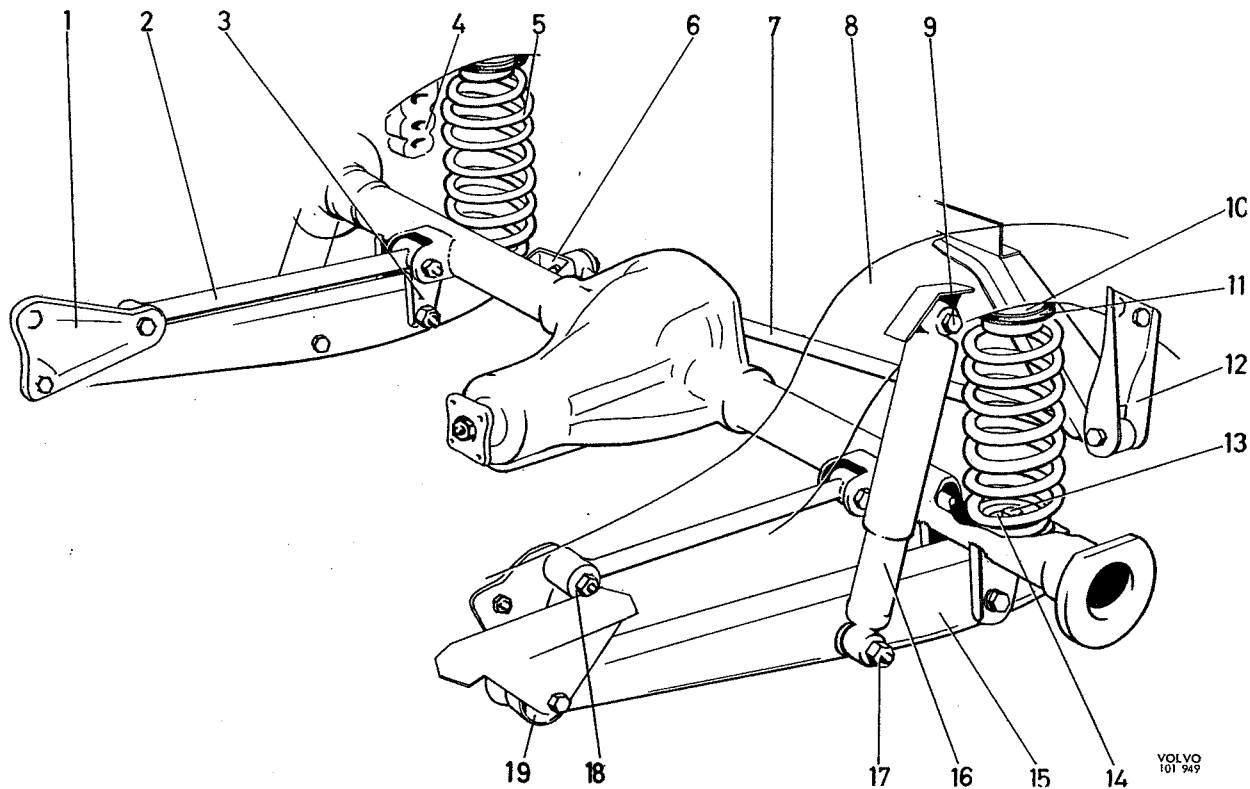

Fig. 7-5. Achterasophanging
stootrubbers (4) die de neergaande slag van de draagarmen begrenzen. De bovineinden van de achterveren (5, Fig. 7-5) zijn met bouten aan de achter-zijbalken (8) bevestigd en de ondereinden, achter de achteras, aan de draagarmen.
3. Verwijder de bovenste bevestiging van de schokbreker (9, Fig. 7-5) Laat de krik voorzichtig zakken en verwijder de veer.